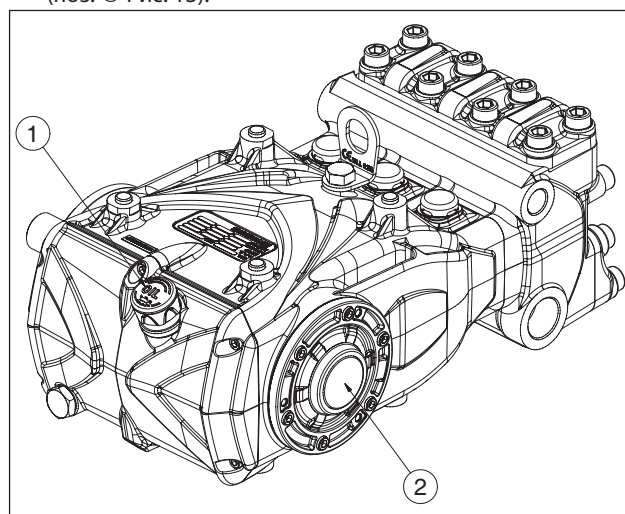

Рис. 13
- Уровень масла в корпусе насоса проверяется с помощью соответствующего щупа (поз. ① Рис. 13) и, в исключительных случаях, с помощью указателя уровня (поз. ② Рис. 13).